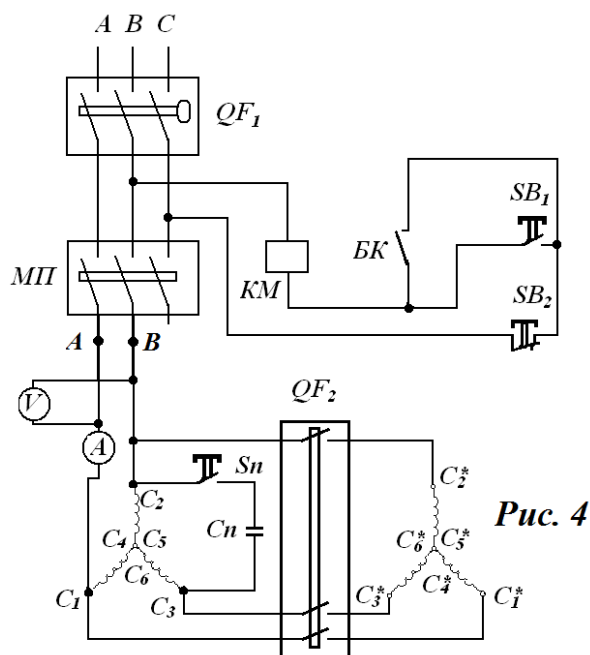

Рис. 4
11) Отключить питание стенда переключателем QF1 и собрать электрическую схему запуска трехфазного электродвигателя, от однофазной сети, при помощи вращающегося трансформатора рис. 4.